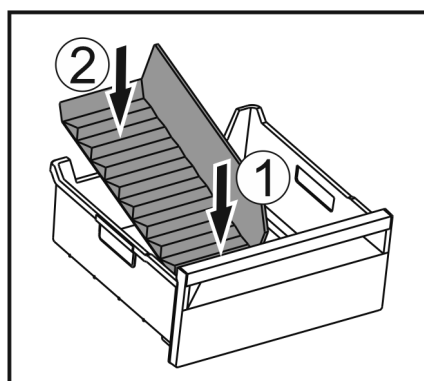

Fig. 177
- Umetnite prednji dio pregrade ladice za led. Fig. 177 (1)
- Spustite stražnji dio pregrade ladice za led do dna ladice. Fig. 177 (2)